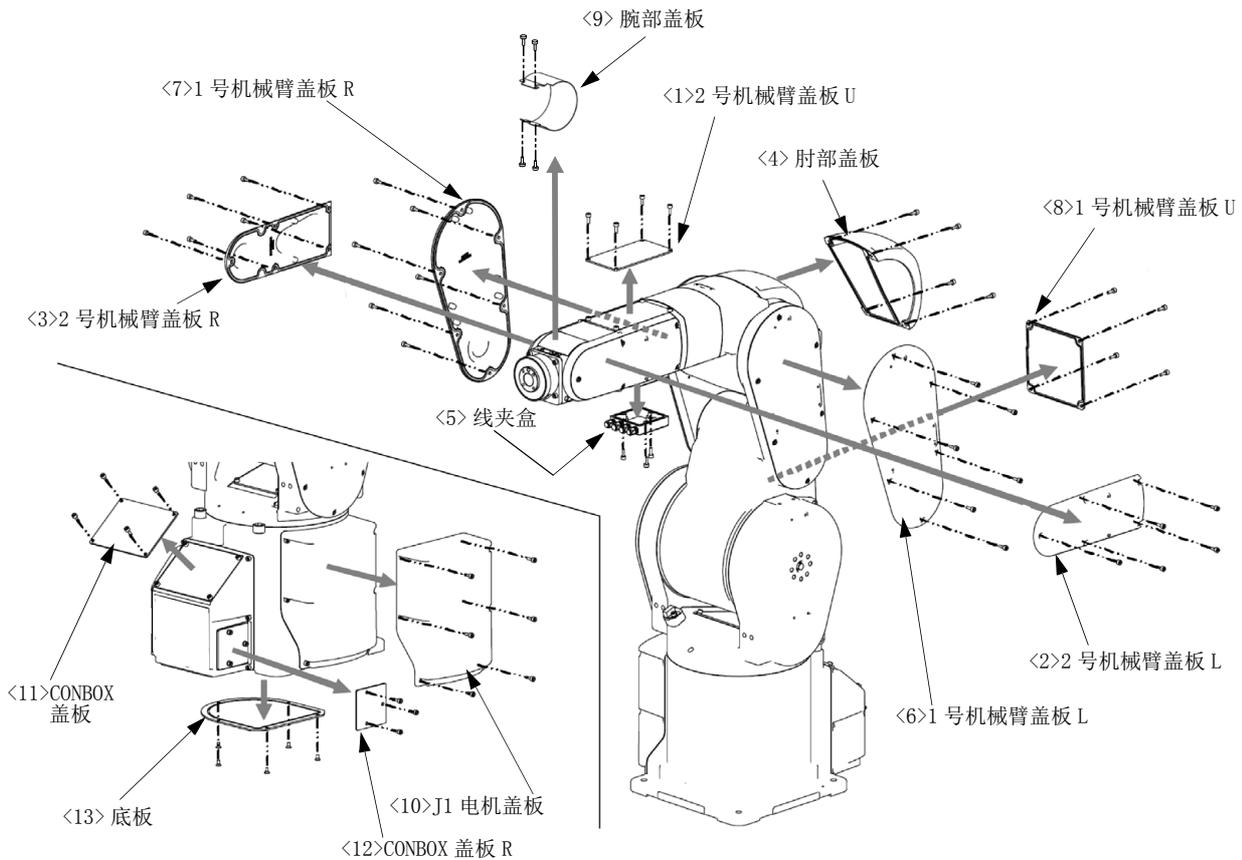

图 5-5: 盖板的拆装方法 (RV-4FR/7FR 系列)
(1) 请参照图 5-5 卸下盖板。
(2) 盖板的名称和安装螺丝的一览如表 5-5 所示。表 5-5 的编号对应图 5-5。
- (3) 根据机器人的姿势，有些盖板可能难于卸下。在这种情况下，应通过 JOG 操作改变机器人的姿势后拆卸盖板。
- (4) 卸下腕部盖板时，应通过 JOG 操作使 J5 轴移动至 +90° 的位置。
- (5) 维护点检后安装盖板时，应按与卸下时相反的顺序进行安装。应以表 5-5 所示的力矩拧紧安装螺丝。